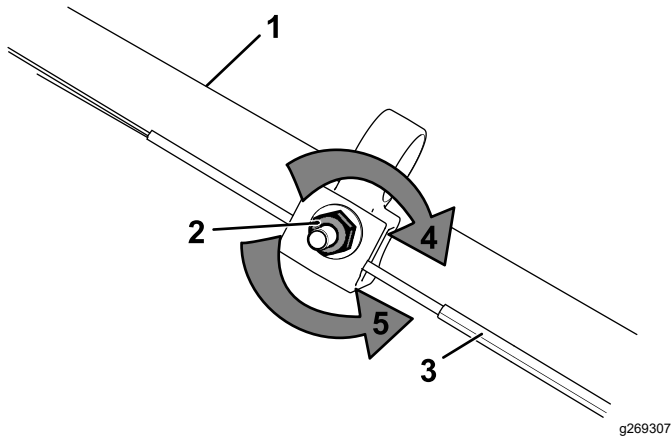

Figura 22
1. Rotii piulia de reglare în sens invers acelor de ceasornic pentru a slăbi cablul (Figura 22).
2. Ajustai tensionarea cablului (Figura 22) trăgându-l în spate sau în față și menținând poziția.